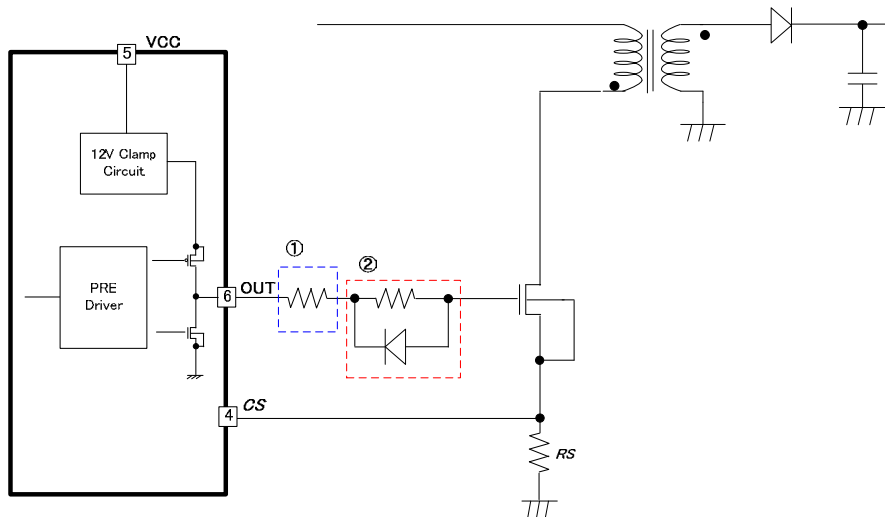

Figure 26. OUT 端子 (5pin) ドライバ回路
OUT のターン ON およびターン OFF 時に発生するスイッチングノイズにより、EMI に問題が発生する場合があります。その場合、MOSFET のターン ON 時間およびターン OFF 時間を遅らせる必要があります。ただし、ターン OFF 時間を遅らせるとスイッチング損失が増加します。Figure 26 に OUT 端子の遅延回路を示します。Figure 26 の①はターン ON とターン OFF の両方に効果があります。②はターン ON のみを遅らせて、ターン OFF を速めるものです。
(9) 基板レイアウトパターンの注意点